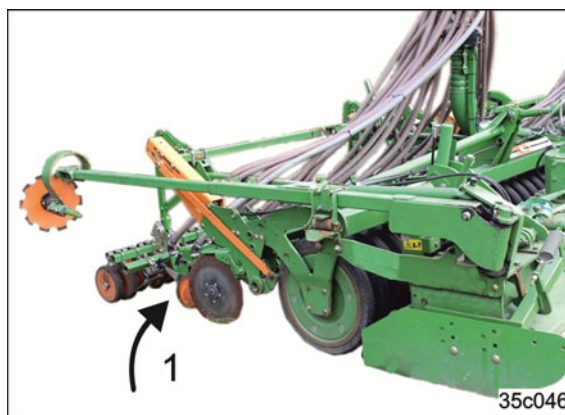

図 118
- 両側のトラックマーカを、走行位置へ旋回させます（図 118/1 を参照）。機械の輸送時には、両側のトラックマーカは上昇しています。トラックマーカは、油圧で固定されます。